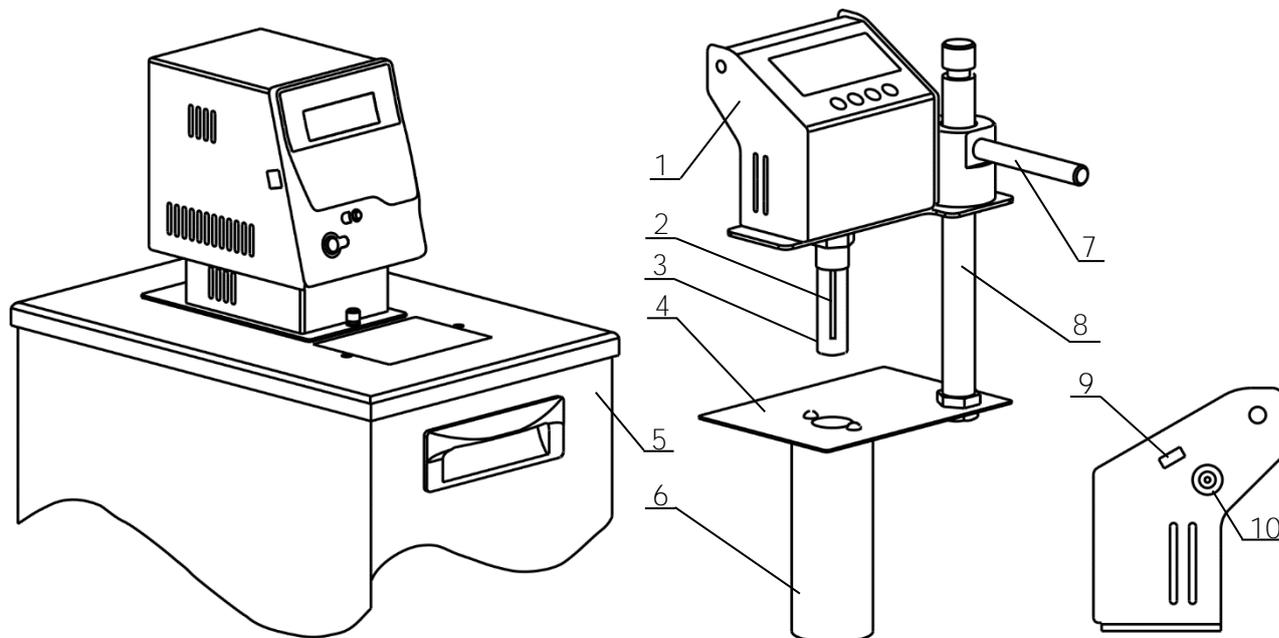

Рисунок 1 — Внешний вид установки
1.5.1 Установка состоит из электронного блока 1 (рисунок 1), перемещающегося с помощью рукоятки 7 вдоль штанги 8, установленной на основании 4. В нижней части электронного блока расположен датчик температуры 2. Виала 3 с раствором испытуемого вещества фиксируется резьбовым соединением так, чтобы датчик оказался внутри нее. Основание 4 устанавливается в отверстие ванны криостата 5. В нижнем положении электронного блока 1 виала 3 входит внутрь охлаждаемого стакана 6, установленного в нижней части основания 4. На правой стенке электронного блока расположены разъем miniUSB 9 и разъем питания 10 (12В, 0.25А,  $\ominus$ ).
2.2.5 Подключить сетевой адаптер из комплекта поставки к разъему 10 (рисунок 1) на боковой стенке электронного блока и включить его в сеть.
**!** *Перед выполнением измерения должен быть выполнен п. 2.2, криостат должен выйти на установленную температуру. Охлаждаемый стакан 6 (рисунок 1), установленный в ванне криостата должен быть чистым и сухим.*